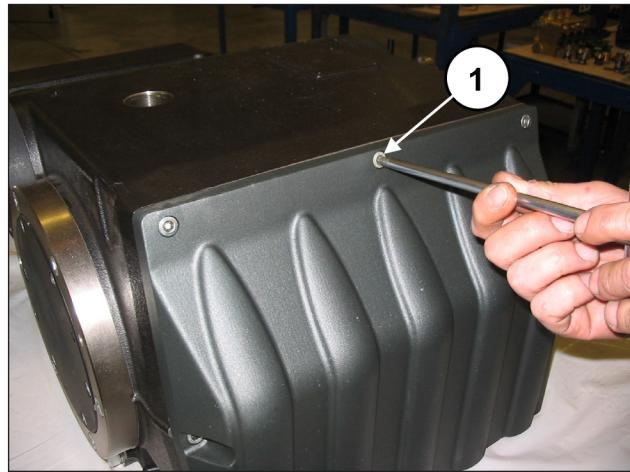

图 9
拧松曲轴箱盖固定螺丝(位置①, 图 9)并将其取出。取出O形圈, 必要时可更换。